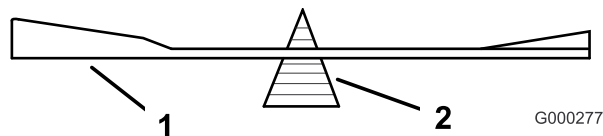

図 78
- ブレードバランサー (図 78) を使ってバランスを調べる。ブレードが水平に停止すればバランスがとれているからそのまま使用してよい。もし傾くようなら、重い方の裏面を少し